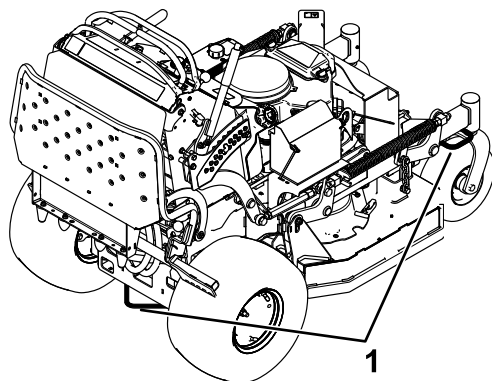

Figura 26
7. Ancorate la macchina accanto alle ruote orientabili anteriori e al paraurti posteriore con cinghie, catene, cavi o corde (Figura 26). Fate riferimento ai regolamenti locali per i requisiti di ancoraggio.